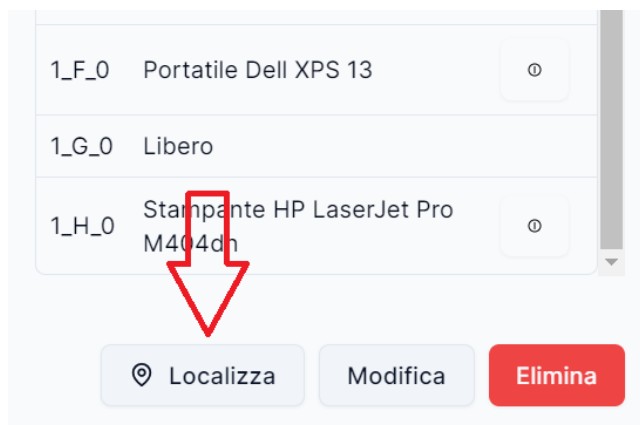

Figura 12: Pulsante localizza zona
- **Localizza**: se premuto (Figura 12) riposiziona automaticamente la visuale sulla zona, in modo da permettere una più immediata visualizzazione e localizzazione della stessa;